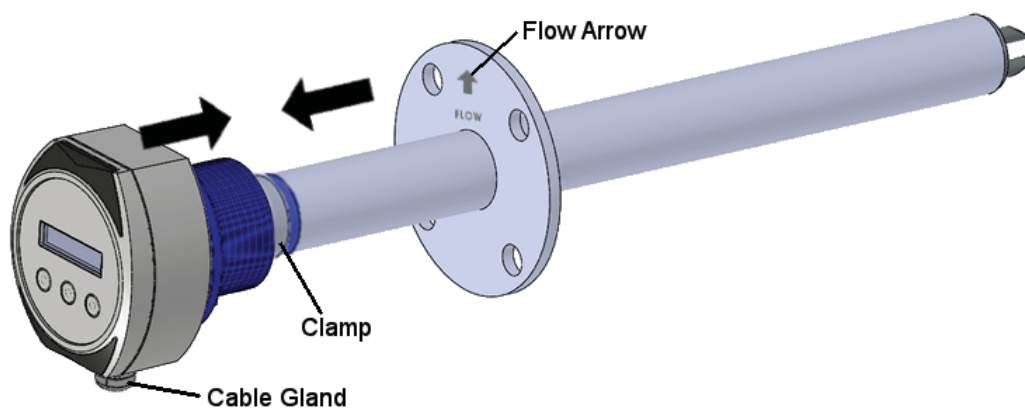

Abbildung 10 Sensorkopf an Sensorkörper befestigen
5. Schieben Sie den Kopf vorsichtig auf den Sensor mit der Klemme, die sich an der Schulter des Sensorkopfes befindet (siehe Abb. 10). Achten Sie darauf, dass der Sensor vollständig eingeführt ist.